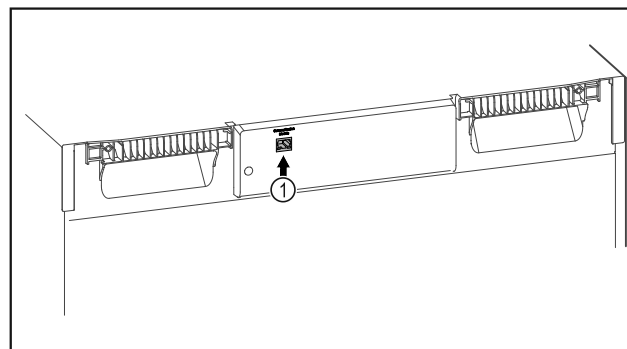

Fig. 112
- SmartModule Fig. 112 (1) is geplaatst.